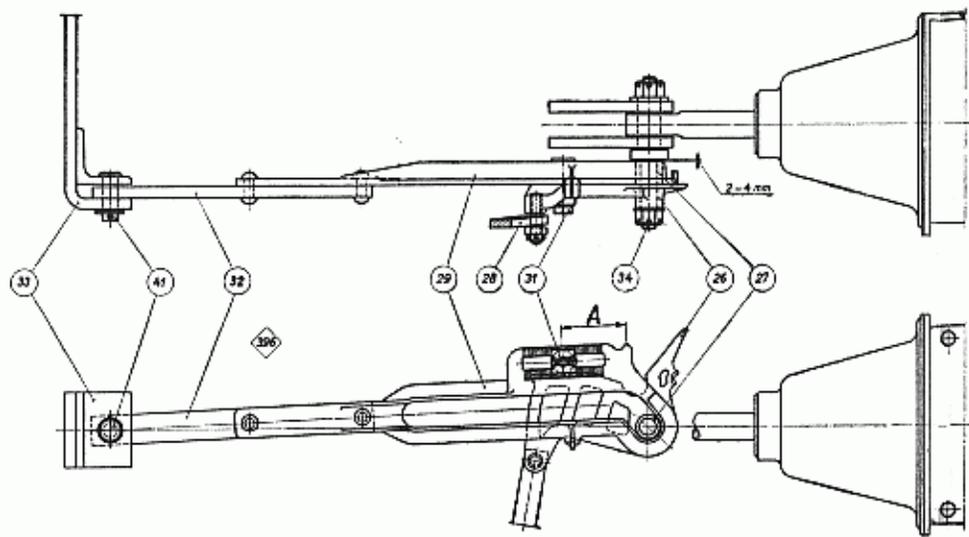

Abb. 15.
(Normalanordnung, Abb. 15).
2. dass die Kulissenstange 32 die der tatsächlichen Lösestellung des Gestänges entsprechende Länge hat, d. h. die Rolle 27 auf dem Kreuzkopfbolzen sich bei gelöster Bremse und ganz zurückgeschobener Kolbenstange tatsächlich genau am Ende des Kulissenschlitzes befindet (Abb. 15),